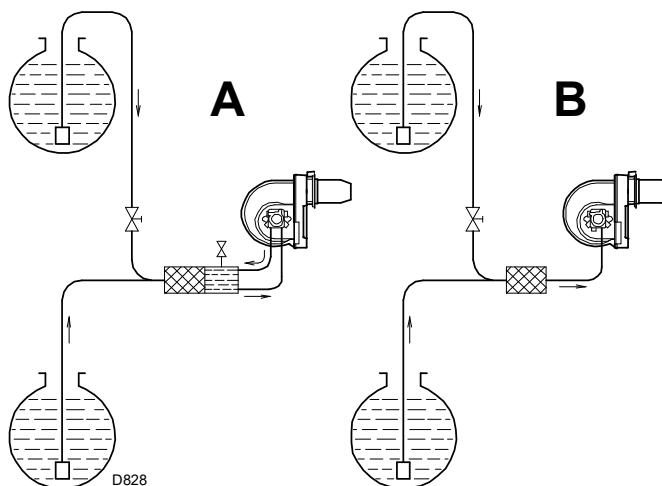

Abb. 15
- Bypass außerhalb der Pumpe (**A**, Abb. 15) (empfohlene Ausführung)
- Bypass innerhalb der Pumpe (**B**, Abb. 15)